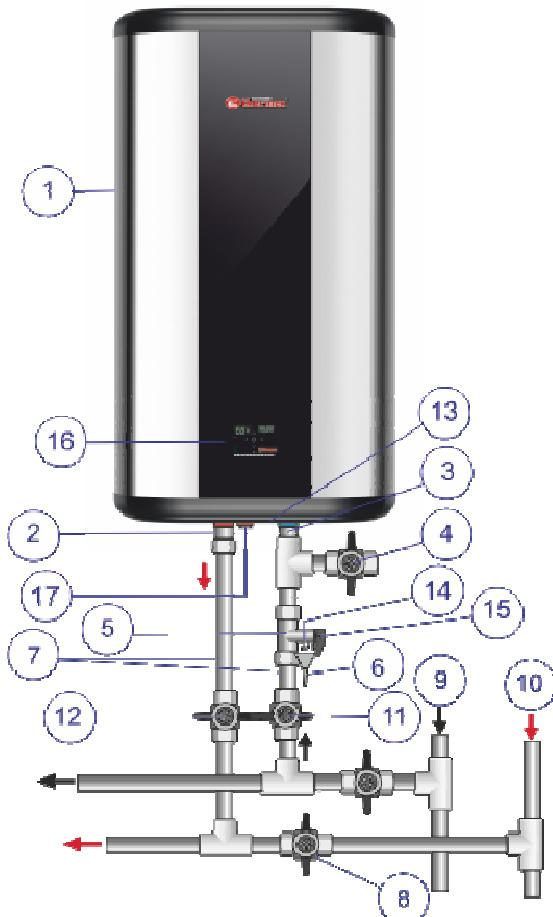

Abb. 1. Schaltschema: Anschluss an die Wasserleitung
4.1. Das Außengehäuse von EWS ist aus dem stoßfesten Kunststoff ausgeführt. Der Innenbehälter ist aus dem rostfreien titanhaltigen Stahl hergestellt, der eine hohe Korrosionsbeständigkeit und infolgedessen eine erhöhte Lebensdauer sichert. Der zwischen dem Gehäuse und dem Innenbehälter liegende Hohlräum ist mit einem modernem umweltfreundlichem Wärmedämmmittel mit verbesserten Wärmeschutzegenschaften, Polyurethan-Schaum gefüllt. Die Modelle IF, ID und IB haben zwei Gewindestutzen: mit dem blauen Ring zum Einlass von Kaltwasser (Abb. 1, P. 3) und mit dem roten Ring zum Auslass von Warmwasser (Abb. 1, P. 2) und sind mit einem zusätzlichen Entleerungsanschluss (mit rotem Ring und Metalldeckel) zum Abfluss und Spulen des Innenbehälters (Abb. 1, P. 17) ausgerüstet. An der Stirnseite aller EWS Modelle befindet sich die Steuerung (Abb. 1, P. 16).
4.4. Das Sicherheitsventil (Abb. 1, P. 5) dient als Rückschlagklappe zum Verhindern von Wassereindringen aus dem Boiler in die Wasserleitung beim Druckabfall in dem Letzteren oder beim durch das Wasserüberhitzen bedingten Druckanstieg im Behälter sowie als Schutzventil zum Überdruckreduzierung im Behälter beim Wasserüberhitzen. Während des Betriebes kann das Wasser aus dem Ablassrohr des Sicherheitsventils zum Überdruckabbau durchsickern und damit die Sicherheit des EWS erzielen. Dieses Ablassrohr ist stets offen zu lassen und nach unten gerichtet in einer frostsicheren Umgebung einzubauen.
Es ist erforderlich, die Wasserableitung aus dem Ablassrohr des Sicherheitsventils (Abb. 1, P. 14) in die Kanalisation zu sichern und bei der Montage des EWS ein entsprechender Abfluss vorzusehen (Abb. 1, P. 6).
Regelmäßig (min. einmal monatlich) ist die Ableitung von kleineren Wassermengen durch das Ablassrohr des Schutzventils in die Abwasserleitung zur Entfernung von Kalkablagerungen und zur Überwachung der Klappenfunktionsfähigkeit durchzuführen. Der Griff (Abb. 1, P. 15) dient zum Öffnen des Ventils. Es ist darauf zu achten, dass während des EWS-Betriebes dieser Griff sich in der den Wasserabfluss aus dem Behälter ausschließenden Position befindet.
Das Sicherheitsventil (Abb. 1, P. 5) am mit dem blauen Ring gekennzeichneten Kaltwassereingang (Abb. 1, P. 3) anbringen und um 3,5 – 4 Umdrehungen anziehen, mit beliebigem Dichtmaterial (Leinfaser, Dichtband etc.) hermetisieren.
Der Anschluss an die Wasserleitung erfolgt gemäß Abb. 1 mithilfe von Kupfer-, Metallverbund- oder Kunststoffrohren oder speziellem sanitärtechnischem Schlauch.
Abbildung 1: 1 – EWS, 2 – Warmwasserstutzen, 3 – Kaltwasserstutzen, 4 – Ablassventil, 5 – Sicherheitsventil, 6 – Ableitung zur Kanalisation, 7 – Zuleitung, 8 – Ventil beim Betrieb schließen, 9 – Kaltwasserleitung, 10 – Warmwasserleitung, 11 – Sperrventil Kaltwasser, 12 – Sperrventil Warmwasser, 13 – Schutzdeckel, 14 – Ablassrohr der Sicherheitsventils, 15 – Öffnungshahn der Sicherheitsventils, 16 – Steuerung, 17 – Auslassstutzen.
Nach dem Anschluss das Ventil der Kaltwasserzufuhr (Abb. 1, P. 11), das des Warmwasserausganges (Abb. 1, P. 12) und der Warmwasserhahn an der Mischbatterie zur Luftabführung aus dem Boiler öffnen. Nach der Vollfüllung fließt aus der Mischbatterie das Kaltwasser aus. Der Warmwasserhahn an der Mischbatterie des EWS schließen.
Anmerkung: zur Verbesserung der Betriebsbedingungen ist für die Modelle ohne Auslassstutzen (gehört nicht zum Lieferumfang) der Einbau von einem Ablassventil (Abb. 1, P. 4) gemäß Abb. 1 empfohlen.